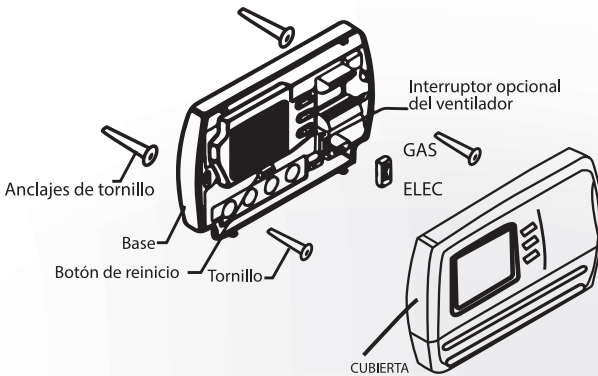

FIGURA 1
- 8** Fije la base sin apretar a la pared como se muestra en la **Figura 1**, utilizando dos tornillos de montaje. Coloque un nivel contra la parte inferior de la base y ajuste hasta que quede nivelado, y luego apretar los tornillos. (Esto es por razones de apariencia, y no afectará el funcionamiento del termostato.)
Lea la siguiente información antes de instalar el interruptor del ventilador (**Ver figura 1**). Si no está seguro de su aplicación, póngase en contacto con un técnico de servicio calificado. Este termostato está configurado de fábrica para energizar el ventilador en una demanda de calor. Si su sistema es por bomba de calor eléctrica y requiere que el termostato encienda el ventilador en una onda de calor, coloque el interruptor del ventilador en la posición **ELEC**. Si su sistema no requiere que el termostato energice el ventilador en una onda de calor, tales como los combustibles fósiles (gas, petróleo, etc), sistema de aire forzado, así como sistemas de calefacción hidráulico, coloque el interruptor del ventilador en la posición **GAS**.
El menú de configuración le permite configurar ciertas características de funcionamiento del termostato a su sistema o necesidades personales. Mueva el interruptor **SYSTEM** a la posición **OFF**, luego presione y mantenga presionado el botón **PRGM** y **RUN** durante 3 segundos para acceder al menú de configuración. La pantalla mostrará el primer elemento en el menú de configuración. Presione el botón **PRGM** para pasar a la siguiente opción del menú, o presione **TIME** para volver a una opción de menú anterior. Para volver a los ajustes predeterminados de fábrica, presione el botón **RESET** (Ver figura 1). Los ajustes modificados de todos los usuarios volverán a los ajustes predeterminados de fábrica, incluyendo los ajustes del programa. Utilice la **↑** y **↓** para seleccionar. Para salir del menú de configuración y volver al funcionamiento normal, pulse el botón **RUN**. Si no presiona ningún botón en 30 segundos, el termostato saldrá del menú de configuración. El menú de configuración resume las opciones de configuración. Sigue una explicación de cada opción.